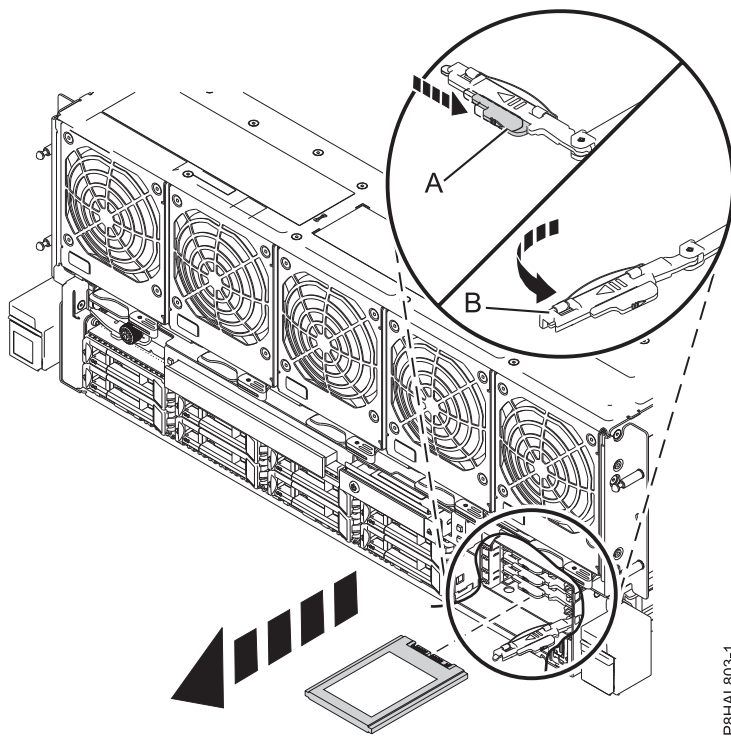

図 18. 8408-44E または 8408-E8E システムからの SSD の取り外し
9. 図 18 に示すように、ハンドル・ラッチ (A) を示されている方向に押し、ドライブ・ハンドル (B) を手前に引き出して、ドライブ・ハンドル (B) をアンロックします。ハンドルが完全に引き出されていないと、ソリッド・ステート・ドライブをスライドさせてシステムから引き出すことができません。